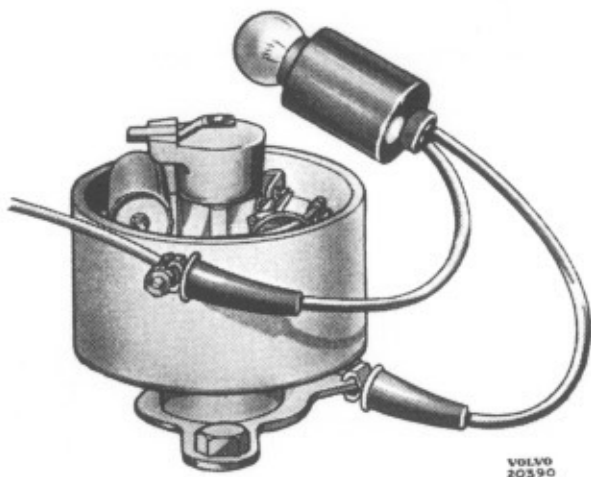

Bild 1-55. Grundinställning av tändning
3. Koppla en liten glödlampa (högst 3 W) som bild 1-55 visar och koppla till strömmen. Vrid fördelarens hus långsamt moturs förbi brytningsområdet för "ettan" och därefter medurs tills att lampan just tändes. Drag fast fördelaren i detta läge. Se efter att fördelararmen pekar mot kontakten i locket för "ettans" tändstift.